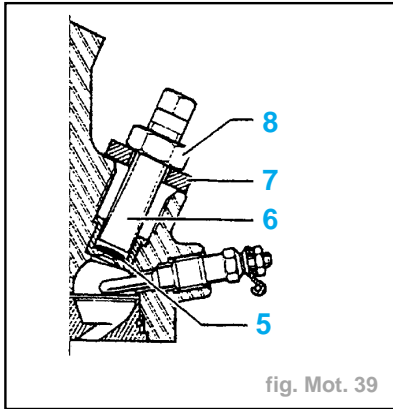

fig. Mot. 39
- Obstruer le trou (5) du protège-injecteurs avec de la graisse (fig. Mot. 39).